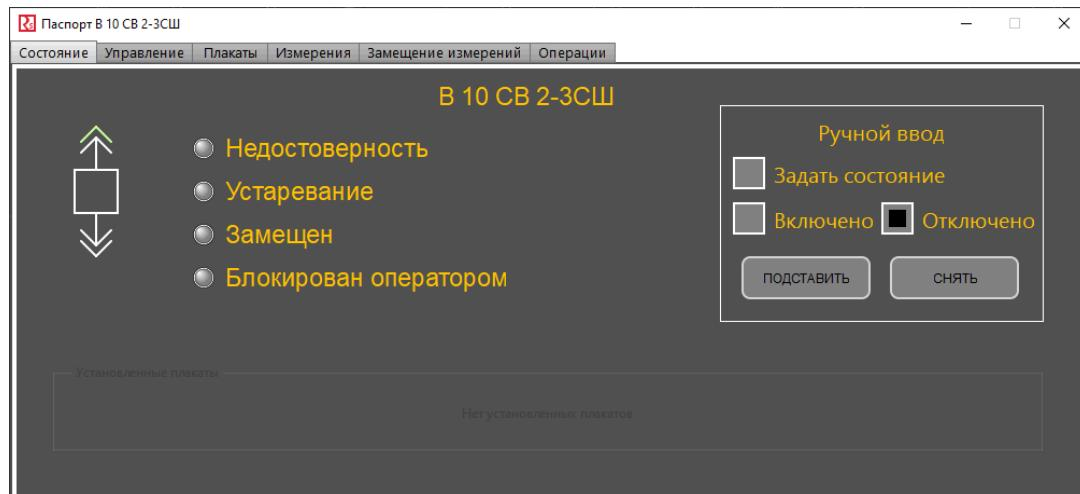

Рисунок 52 - Подстановка/Снятие
4. На вкладке **Состояние** выполните подстановку, затем снятие (Рисунок 52).